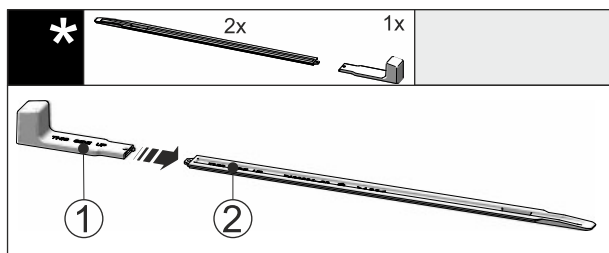

Fig. 42
- ▶ Dugja rá a szerelőfogantyút Fig. 42 (1) a szintezőcsínre Fig. 42 (2).